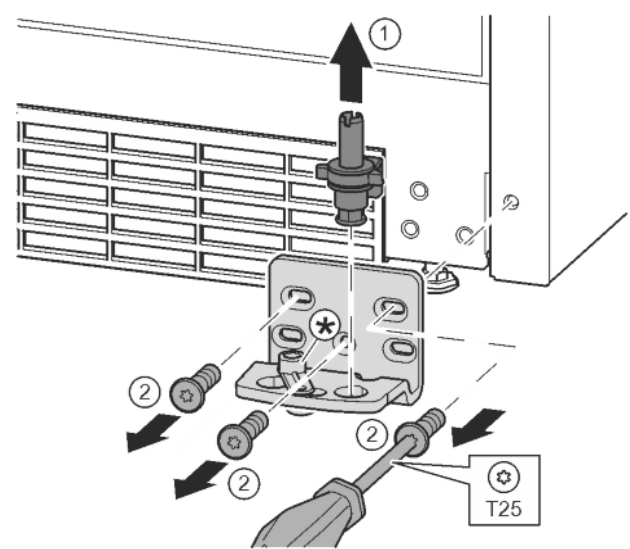

Fig. 16
- ▶ Lagerbolzen komplett nach oben herausziehen. Fig. 16 (1)
- ▶ Schrauben mit Schraubendreher T25 herausdrehen und Lagerbock abnehmen Fig. 16 (2)